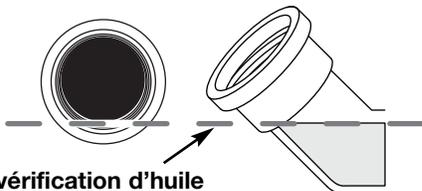

Fig. 12
3. Regarder dans le trou de remplissage d'huile (Fig. 10). Si l'huile arrive jusqu'au premier trait, cela signifie que le réservoir d'huile est plein (Fig. 12). Sinon, rajouter de l'huile jusqu'à ce que celle-ci arrive au premier trait.